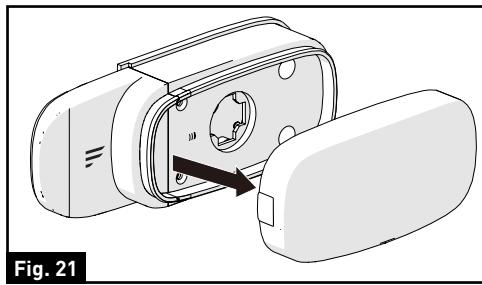

Fig. 21
2. Retire la tapa de la lente raspando la ranura en el costado del semáforo. [Fig. 21]